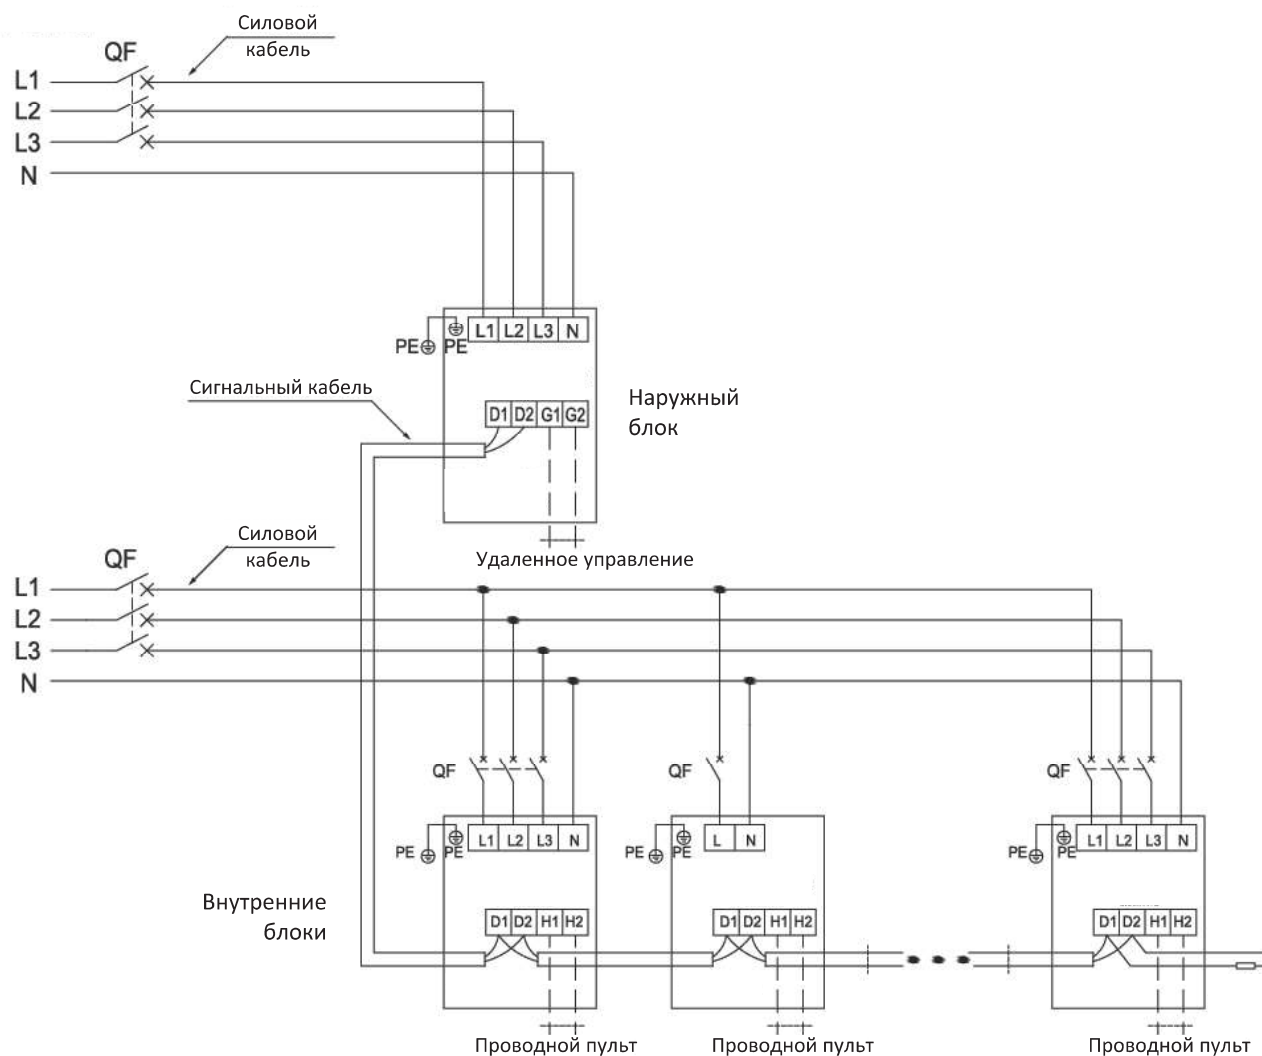

Рис. 9.1.
9.13. Схема подключения системы к сети электропитания (если в системе только один наружный блок) приведена на рис. 9.1.